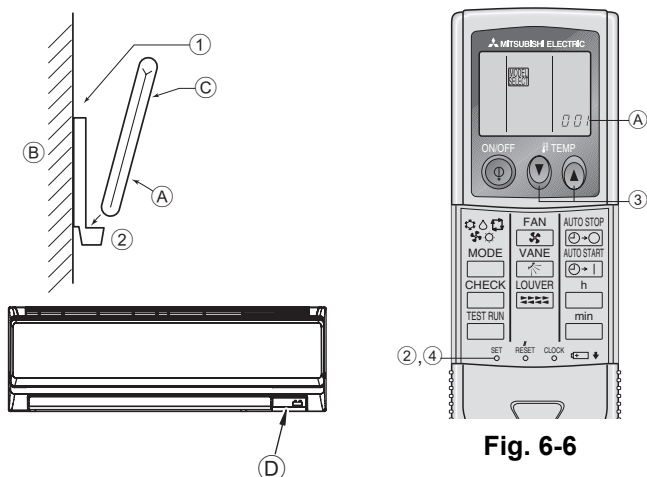
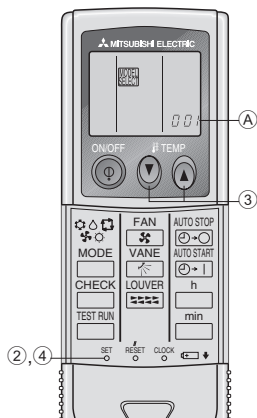

Fig. 6-5
Fig. 6-6
2) Méthode d'installation (Fig. 6-5)
- (A) Télécommande
- (B) Mur
- (C) Écran d'affichage
- (D) Récepteur
3) Programmation (Fig. 6-6)